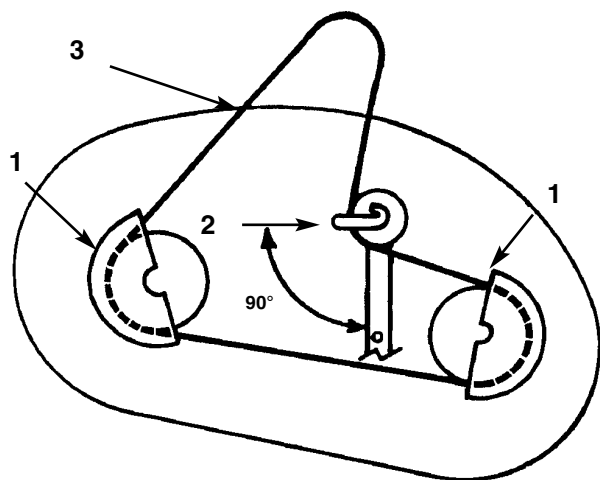

Fig. 47
2. Skru ut skruene som holder skivedekselet og ta skivedekselene av begge knivskivene (fig. 47).
3. Løsne bolten og mutteren som holder ledeskiven og remstyringen (fig. 47), men ta ikke bolten og mutteren av.
2. Sett ledeskivens remstyring slik at den peker mot venstre, 90° i forhold til armen (fig. 47). Trekk til festebolten og låsemutteren som holder ledeskiven og remstyringen.
3. Sett venstre og høyre skivedeksler på og skru inn skruene (fig. 47).